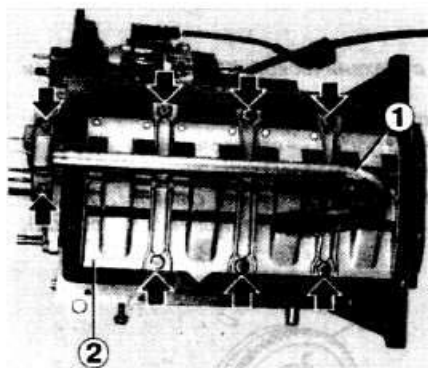

Рис. 3-44. Снятие маслоприемника масляного насоса (1) и усилительного щитка (2). Стрелками показаны болты крепления
- Снять усилительный щиток (рис. 3-44).